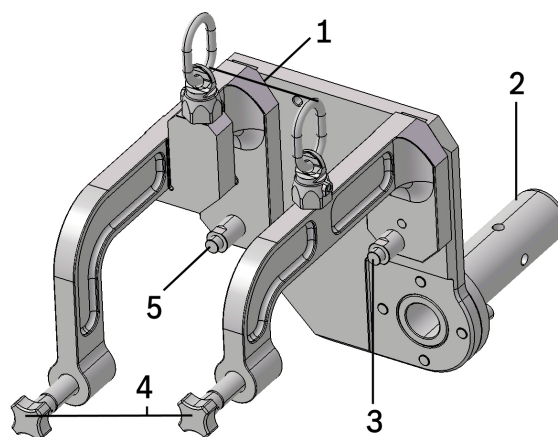

Figura 1: Suporte da caixa de engrenagem T40344
3. Retire o parafuso (3) do suporte da caixa de engrenagens e guarde-o em um local seguro (Figura 1).